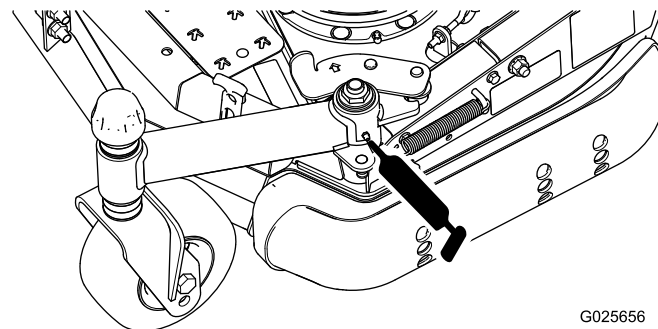

Figura 15
- Articulação do braço da roda giratória dobrável (1) (Figura 15)